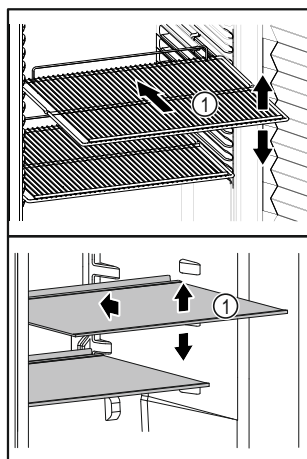

Fig. 82 Représentation à titre d'exemple
- ❑ Si les surfaces de rangement Fig. 82 (1) sont mobiles, les régler en hauteur.